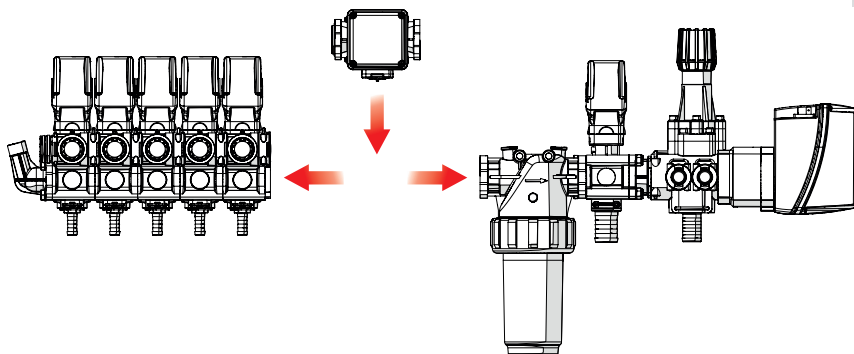

Рис. 8a
**Примечание:** обычно в блоках управления со стандартной конфигурацией расходомер устанавливается между регулирующим клапаном и узлом клапанов секции (Рис. 8a-8b).